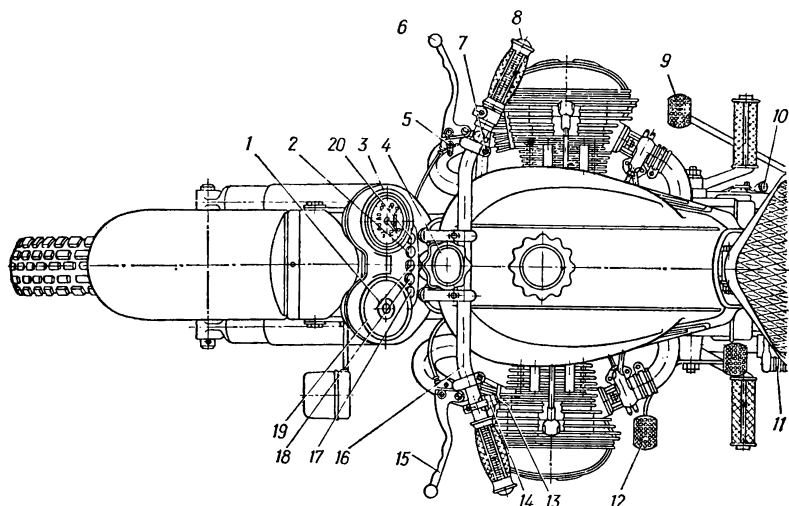
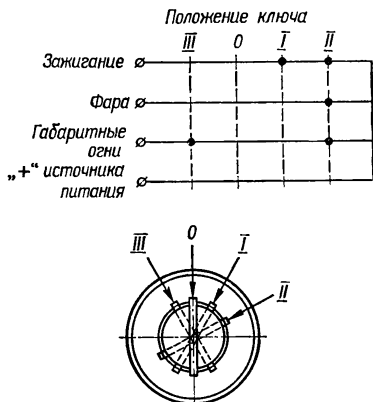

Рис. 2. Органы управления мотоциклом и контрольные приборы:
Рис. 3. Схема коммутации переключателя
Вращающаяся ручка 8 (рис. 2) управления дросселями карбюраторов. При повороте ручки «на себя» дроссели поднимаются, количество горючей смеси, поступающей в цилиндры, увеличивается и обороты коленчатого вала двигателя возрастают. При повороте ручки «от себя» дроссели опускаются, количество горючей смеси, поступающей в цилиндры, уменьшается и обороты коленчатого вала двигателя снижаются. Ход дросселей нового необкатанного двигателя ограничивается упорами. Не следует силой преодолевать сопротивление упоров, так как это может вызвать обрыв тросов.
1. Ключ вынут или вставлен до отказа (положение 0, рис. 3), центральный переключатель в нулевом положении, все приборы выключены.
3. Ключ вставлен до отказа и повернут вправо (положение I). Езда днем. Включены: зажигание, звуковой сигнал, сигнал торможения, указатели поворотов. Горят в панели приборов при неработающем двигателе: контрольная лампа 18 (рис. 2) зарядки аккумулятора, лампа датчика 2 аварийного давления масла и лампа 17 указателя нейтралл при основном нейтральном положении (между I и II передачами) механизма переключения передач, а также при включенной передаче заднего хода. При работающем двигателе контрольная лампа зарядки аккумулятора и лампа датчика аварийного давления масла гаснут.
4. Ключ вставлен до отказа и повернут вправо (положение II, рис. 3). Езда ночью. Включена система зажигания, подано питание: на кнопку звукового сигнала, выключатель сигнала торможения, переключатель указателей поворотов и переключатель света. Горят: задний фонарь мотоцикла, передний и задний фонари коляски (в секции габаритного огня), лампа освещения спидометра, лампа стояночного света в фаре. На панели приборов горят: контрольная лампа зарядки аккумулятора, лампа датчика аварийного давления масла, лампа указателя нейтралли коробки передач (при включенном в коробке передач основном нейтральном положении между I и II передачами), контрольная лампа 20 (рис. 2) указателей поворотов, если они включены, контрольная лампа 19 дальнего света, если он включен. При работающем двигателе контрольные лампы зарядки аккумулятора и датчика аварийного давления масла гаснут.
В положении I и II (рис. 3) центрального переключателя ключ зажигания не вынимается.
Спидометр 3 (рис. 2) имеет счетчик общего километража пробега и указатель скорости. Циферблат спидометра освещается лампой.
Рычаг *10* (рис. 2) включения передачи заднего хода расположен на коробке передач с правой стороны и имеет два положения: заднее — передача выключена, среднее — передача включена. Задний ход включается при нейтральном положении в коробке передач (горит контрольная лампа зеленого цвета).